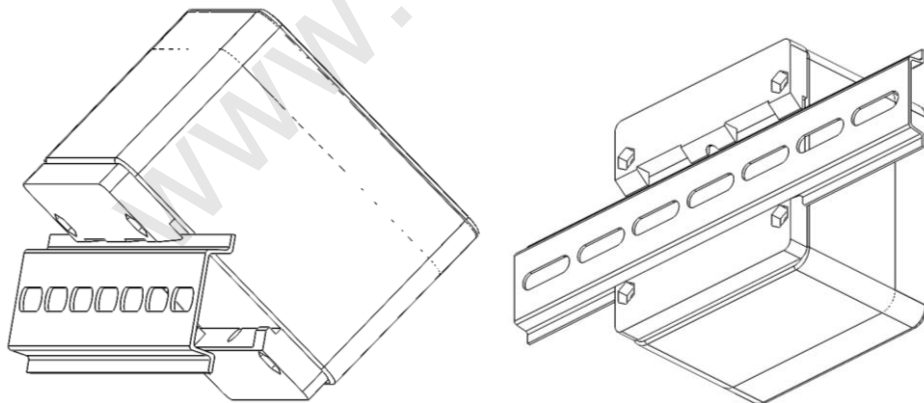

Рисунок 6
2) на DIN-рейку путем защелкивания комплектной крепежной пластины (начиная с верхних «зубцов»), рисунок 6.